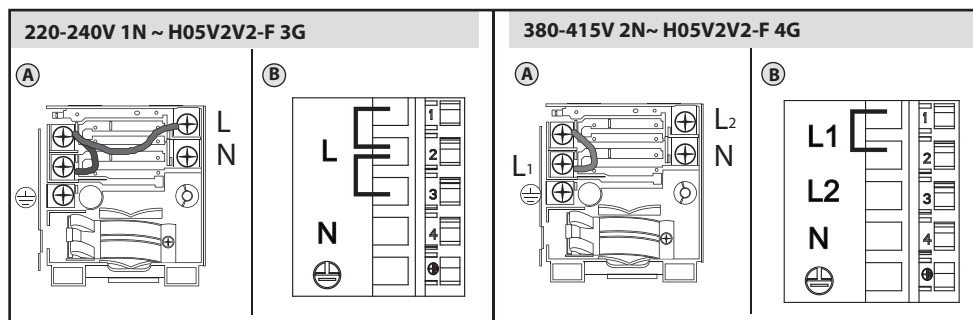

Fig.4
• Connessioni elettriche (Fig.4)